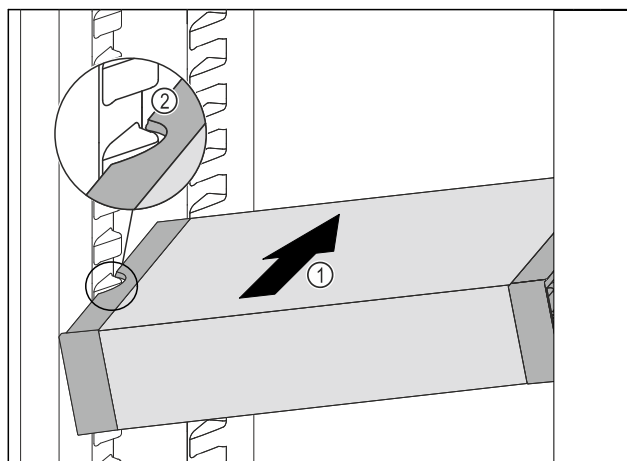

Fig. 190
- Futni pjerrtas VarioSafe në pjesën e ftohjes Fig. 190 (1), derisa foletë anësore Fig. 190 (2) të VarioSafe të jenë në lartësinë e brinjëve të kutisë në pjesën e ftohjes.